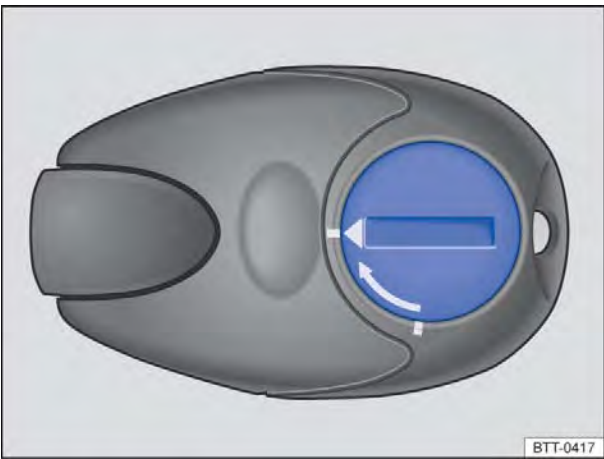

Fig. 188 Aquecimento estacionário: cobertura da bateria do controle remoto.
- Com um objeto plano e sem pontas, por exemplo, uma moeda, gire a ranhura no sentido contrário ao sentido da seta até a marcação para abrir a cobertura ⇒ Fig. 188.
- Colocar a bateria nova. Atentar para a polaridade correta e utilizar baterias do mesmo modelo ⇒ ①.